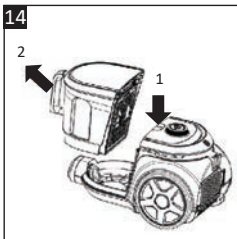

Рис. 14
- Регулярно спорожняйте пилозбірник (11). Не допускайте, щоб вміст перевищував позначку рівня «MAX».
1. Натисніть і утримуйте кнопку зняття пилозбірника (12) однією рукою, а іншою рукою підніміть пилозбірник за ручку (10), щоб вийняти його з пилососа (рис. 14).